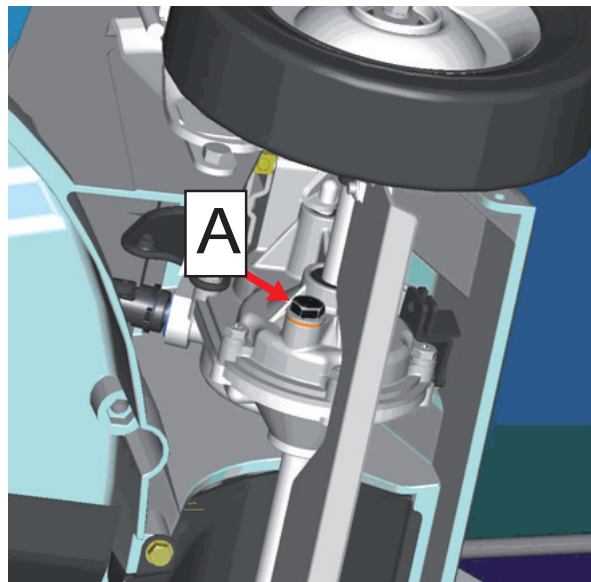

Bild 18
- Entfernen Sie die Ablassschraube Abbildung A Bild 18 und lassen das komplette Öl ab.